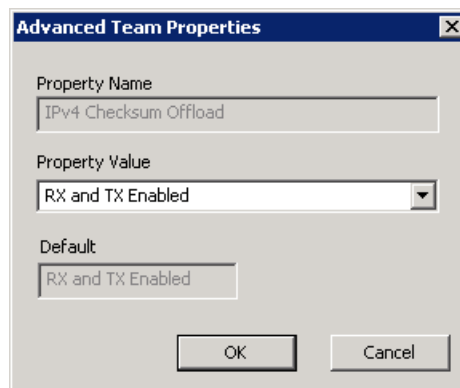

Abbildung 3-10. Ändern erweiterter Team-Eigenschaften
3. Geben Sie im Dialogfeld **Advanced Team Properties** (Erweiterte Team-Eigenschaften) (siehe Abbildung 3-10) einen neuen **Property Value** (Eigenschaftswert) an, und klicken Sie dann auf **OK**.